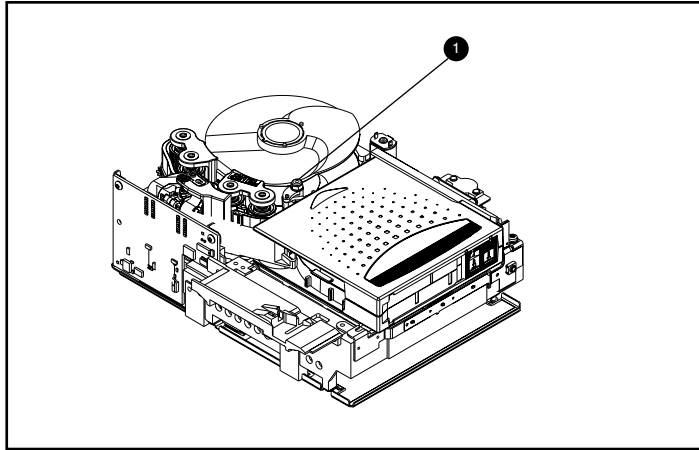

Abbildung D-5. Trennen des Führungstifts von der Kassettenspanne
Verwenden Sie eine Pinzette, um den Führungstift von der Kassettenspanne zu trennen ❶. Setzen Sie den Führungstift dann in die Haken des Aufnehmers ein (die Position des Aufnehmers ist in Abbildung D-5 dargestellt).